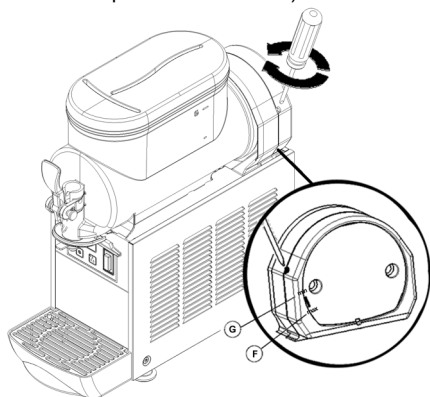

figura 4
- 1** **Regolazione della densità:** la densità ottimale della granita è stata regolata in fabbrica. Volendo variare tale densità girare con un cacciavite l'apposita vite di regolazione alloggiata in ciascuna delle pareti posteriori del distributore (vedere figura 4):